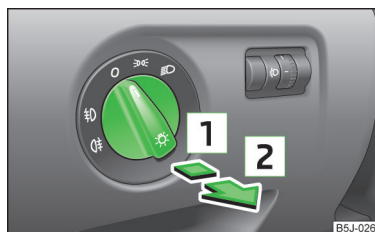

Abb. 41
- Zunächst den Lichtschalter » Abb. 41 in Stellung ⇨ oder ⇩ drehen.
- › Zunächst den Lichtschalter » Abb. 41 auf Seite 60 in Stellung  oder  drehen.